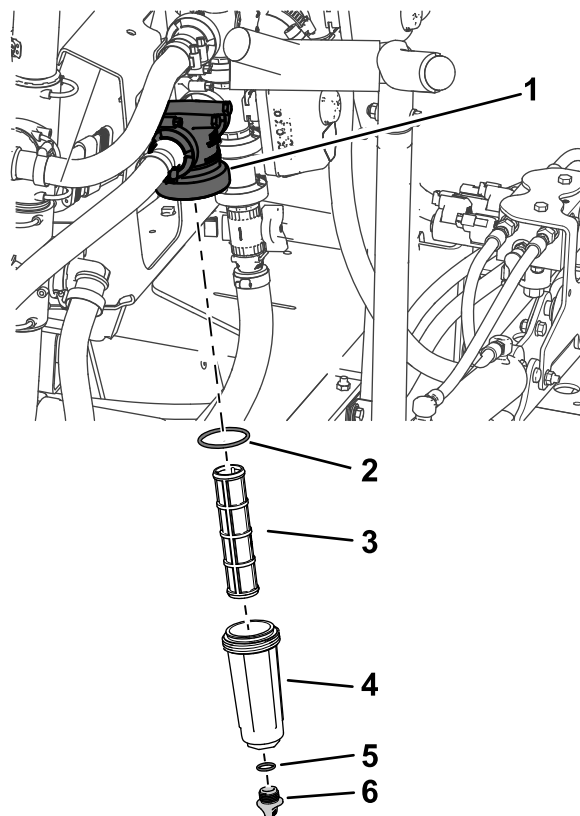

Figura 89
2. Coloque un recipiente de drenaje debajo del filtro de presión (Figura 89).
3. Gire el tapón de vaciado en sentido antihorario y retírelo de la cubeta del filtro de presión (Figura 89).
4. Enrosque la cubeta en sentido antihorario y retire la cabeza del filtro (Figura 89).
5. Retire el elemento del filtro de presión (Figura 89).
7. Inspeccione la junta del tapón de vaciado (situada dentro de la cubeta) y la junta de la cubeta (situada dentro de la cabeza del filtro) en busca de daños o desgaste (Figura 89).
8. Instale el elemento del filtro de presión en la cabeza del filtro (Figura 89).
9. Instale la cubeta en la cabeza del filtro, y apriétela a mano (Figura 89).
10. Coloque el tapón de vaciado en el acoplamiento inferior de la cubeta, y apriete el tapón a mano (Figura 89).